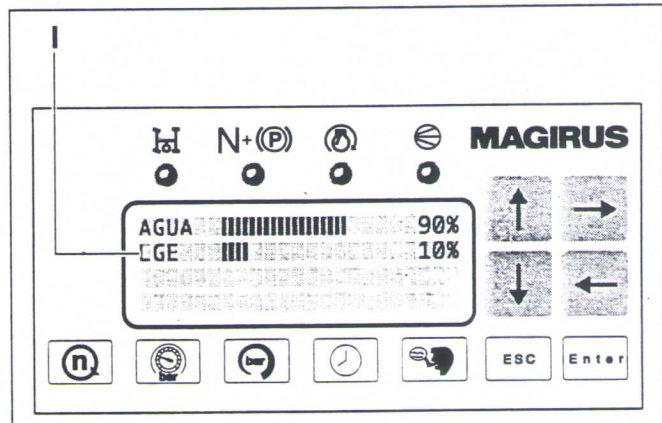

Fig. 48/1 Indicador do nível no tanque de espuma (Pos. I)
- Deve-se observar permanentemente o indicador do nível do tanque de espuma (Fig. 48/I, Pos. 1).